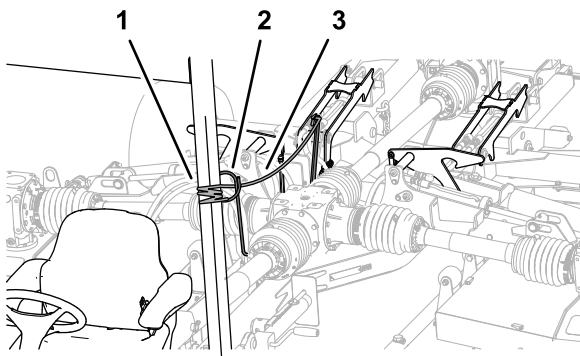

Figura 35
5. Puxe e segure a corda de bloqueio da plataforma (**Figura 35**).